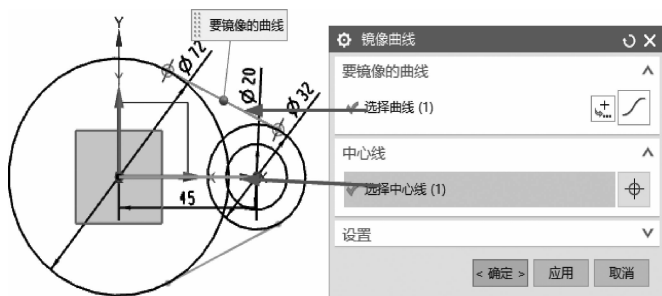
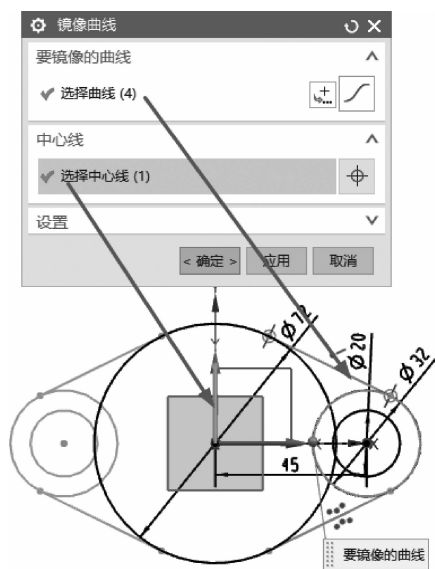

图 2-9 创建镜像切线
图 2-10 创建镜像线
(5) 在“草图”工具条中单击图标,创建镜像切线,如图 2-9 所示;再次单击图标,创建镜像线,如图 2-10 所示。